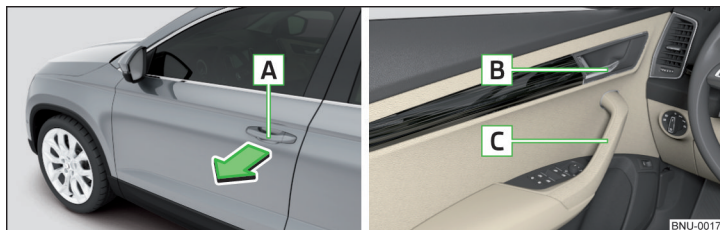

Fig. 46 Tirador/palanca de apertura de la puerta
- Para **abrir desde afuera**, desbloquear el vehículo y tirar en el tirador **A** en el sentido de la flecha » fig. 46.